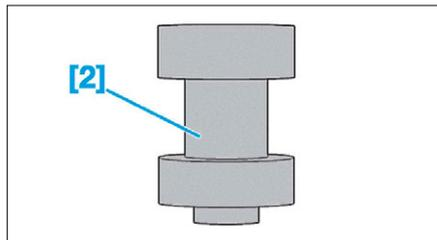

FIG. 56
- [2]. Outil de dépose/pose de roulements (réf : 0526-X) (Fig.56).